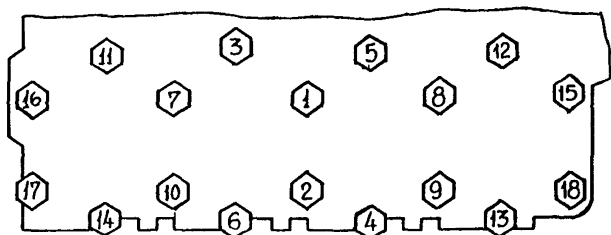

Рис. 5.25. Порядок затяжки гаек головки цилиндров двигателя ЗМЗ-53-07
1) поставить прокладки головок цилиндров 66-01-1003020-02 или 66-01-1003020-01 и головки цилиндров с клапанами в сборе, предварительно присоединить к ним выпускные коллекторы через прокладки 13-1008027-Б и установить свечи зажигания Г-53-07-3707010. Затяжку гаек и шпилек крепления головки производить моментом в пределах 7,3 - 7,8 кгм в порядке, указанном на рис.5.25;